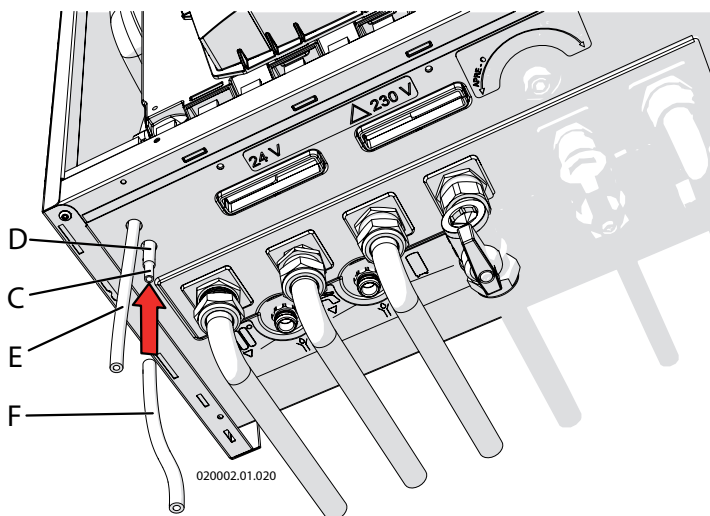

Figure 6.11 - Controlling combustion agent air pressure
- 9.- inserire il tubo "E" nel foro come indicato in figure 6.11;